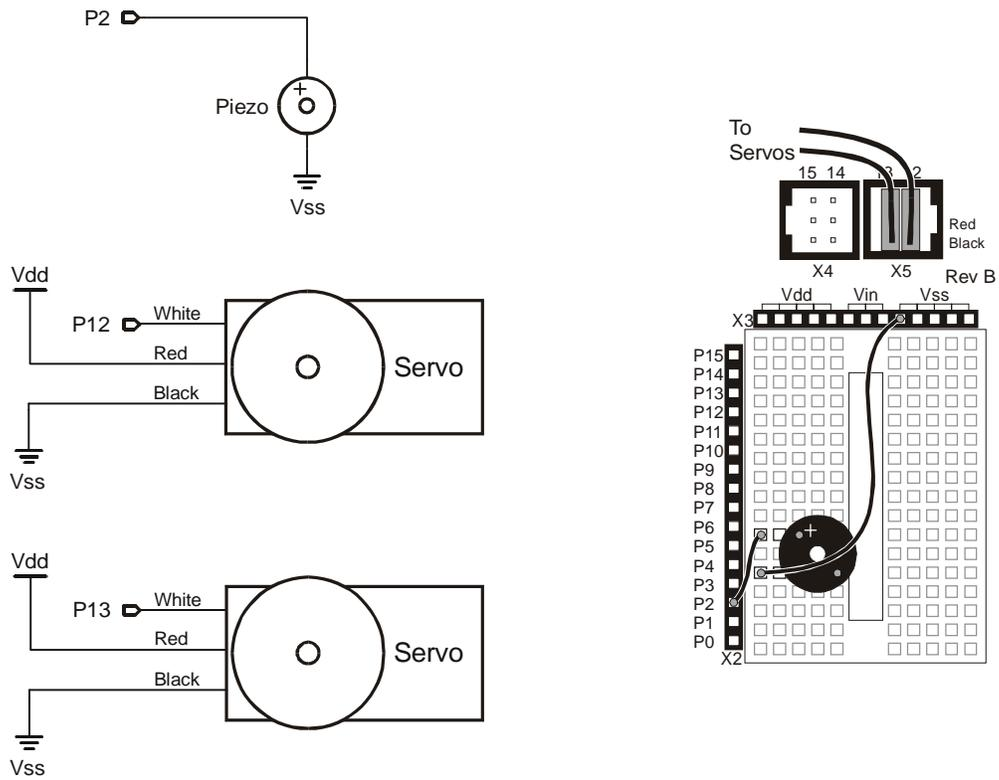

Figura 2.2 (a) Esquema
La Figura 2.2 el esquema y el diagrama de conexionado de los servos y el parlante piezoeléctrico.
- Construya el circuito que se muestra en la Figura 2.2 (b).